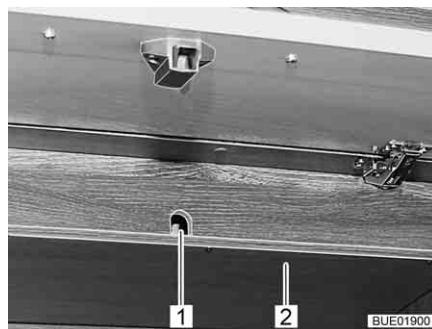

Fig. 177 Sportello sull'armadietto pensile
- Rimuovere la copertura (Fig. 177,2) sotto l'apertura di accesso (Fig. 177,1) della manovella.